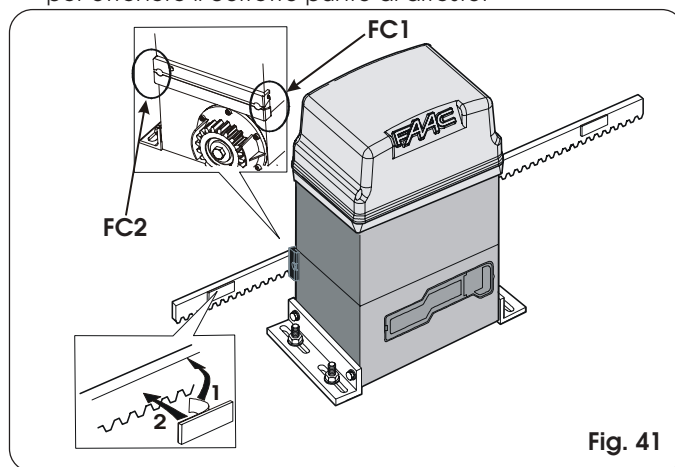
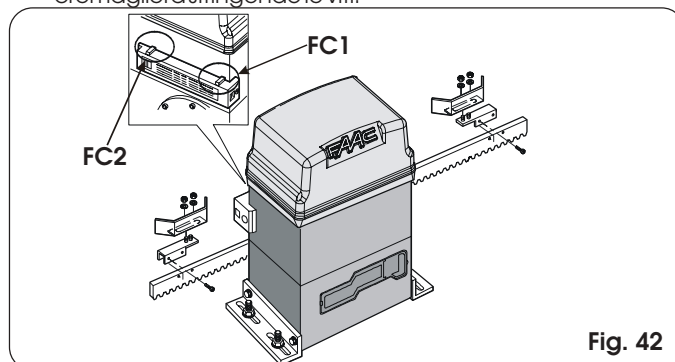

Fig. 41
Fig. 42
L'operatore 746 è dotato di un sensore di finecorsa che, rilevando il passaggio di un riferimento applicato alla cremagliera, comanda l'arresto del moto del cancello. Il dispositivo può essere di tipo MLS (fig. 41) o induttivo (fig. 42).
- 10) Pulire la cremagliera nei punti di applicazione, togliere la pellicola posta sulla parte adesiva dei magneti (fig. 41 rif. 1) e riposizionare questi ultimi con la banda adesiva a contatto con la cremagliera (fig. 41 rif. 2).
- 1) Assemblare il finecorsa centrando il lamierino rispetto ai perni filettati del supporto (Fig. 42).